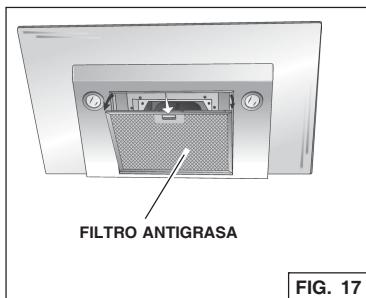

FIG. 17
1. Para desmontar el filtro ANTIGRASA, agarre la pestaña del cierre y tire hacia abajo. Así se soltará el filtro de la campana. Incline el filtro hacia abajo y retírelo. Fig. 17.
2. Para instalar el filtro ANTIGRASA, alinee las pestañas traseras del filtro con las ranuras de la campana. Tire hacia abajo de la pestaña de cierre, empuje el filtro a su posición y suéltela. Una vez colocado, compruebe que el filtro queda bien engranado. Fig.17.